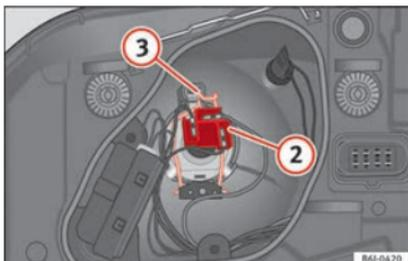

Fig. 177 Luz de cruce/carretera del faro simple.
- Extraiga el conector » fig. 177 ② de la lámpara.
- Desenganche el resorte retentor » fig. 177 ③ presionándolo hacia dentro y a la derecha.